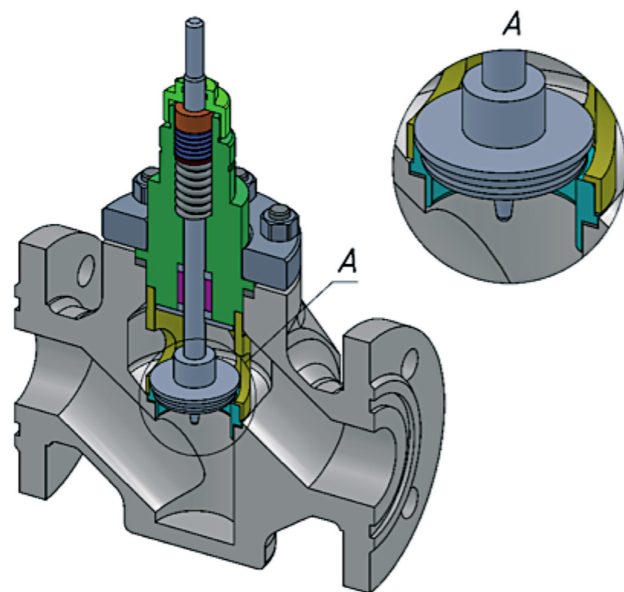

Рис. 1. Неразгруженная конструкция клапана
- ЭРС 6 4X клапан запорно-регулирующий (рис. 1).